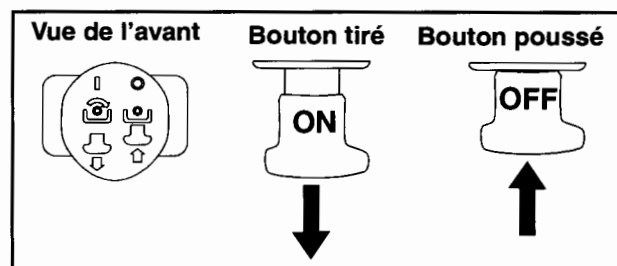

Figure 9
- Tirez sur le bouton de la prise de force pour l'embrayer. Voir la Figure 9.